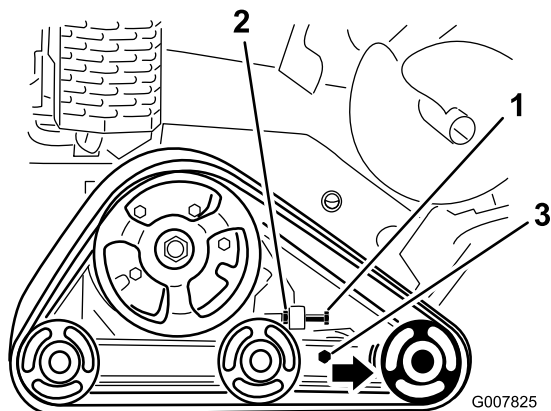

Figure 49
3. Desserrez l'écrou de blocage sur le boulon de réglage de tension de la chenille et les boulons de serrage du bras de tension (Figure 49).
4. Serrez le boulon de réglage de tension à un couple de 32,5 à 40,7 Nm pour tendre la chenille (Figure 49).
4. Desserrez le boulon de réglage de tension et l'écrou de blocage (Figure 49).
5. Desserrez les boulons de serrage (Figure 49).